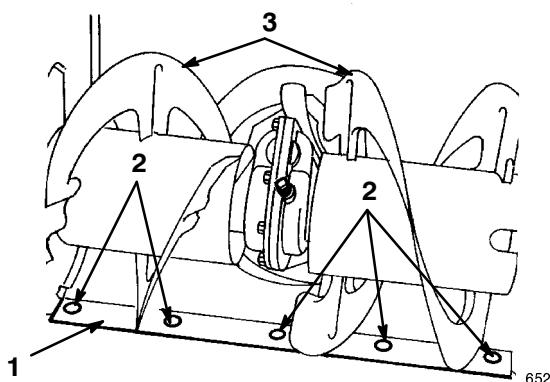

Figure 25
5. Placez un support sous les **lames de la tarière** pour qu'elles se trouvent à 3 mm du sol (Fig. 25).
7. Pour corriger la position de la lame racleuse, desserrez les 5 vis de montage (Fig. 25), mettez la lame de niveau à la hauteur voulue et resserrez les vis.